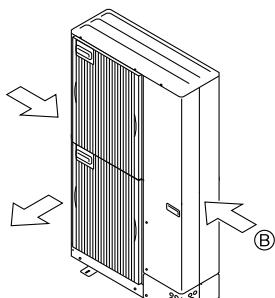

Fig. 2-5
- ③ Posicione a unidade de forma a que o ar seja libertado perpendicularmente à direcção do vento, se possível. (Fig. 2-5)
- ④ Guia de ar
- ⑤ Direcção do vento